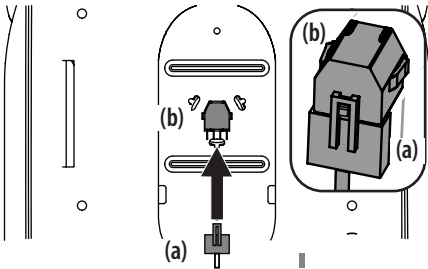

Figura 6
3. Si es necesario, conecte el arnés de cables del interruptor del asiento (a) al interruptor del asiento (b). consulte la Figura 6. Sujete el cable sobrante alejado de los puntos de apriete antes de continuar.